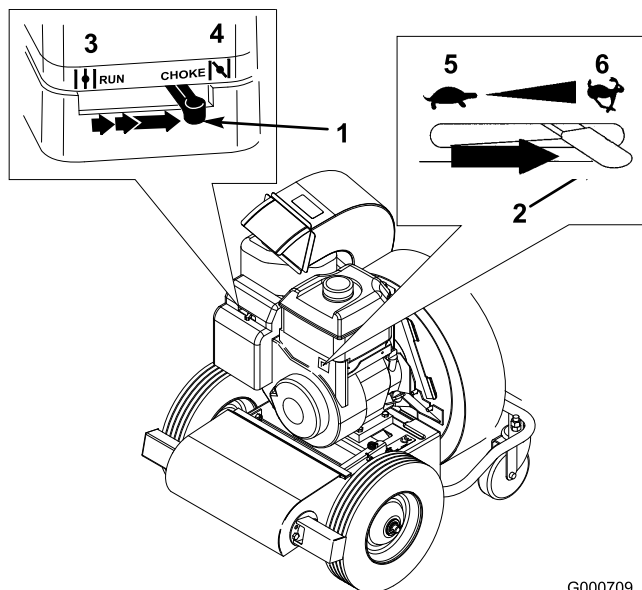

Figura 16
1. Mueva la palanca del estérter (situada en el lado izquierdo del motor) a Estárter (Figura 16).
2. Mueva la palanca del acelerador (situada en el lado derecho del motor) a Rápido (Figura 16).
4. A medida que el motor se calienta, mueva lentamente la palanca del estérter a la posición "Off" (Figura 16).
Mueva la palanca del acelerador a la izquierda hasta que haga tope en Lento (Figura 16).